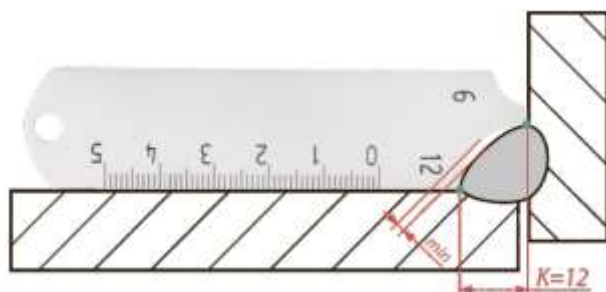

Рис.3.Схема применения УШС-2
3.2. С помощью УШС-2 определите размеры (катет) углового шва образца (рис.3).